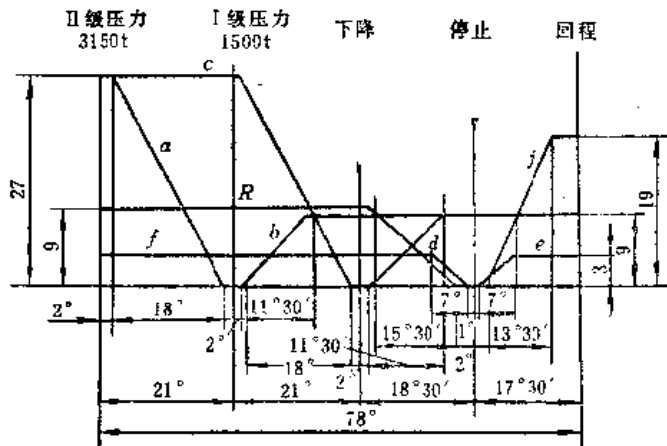
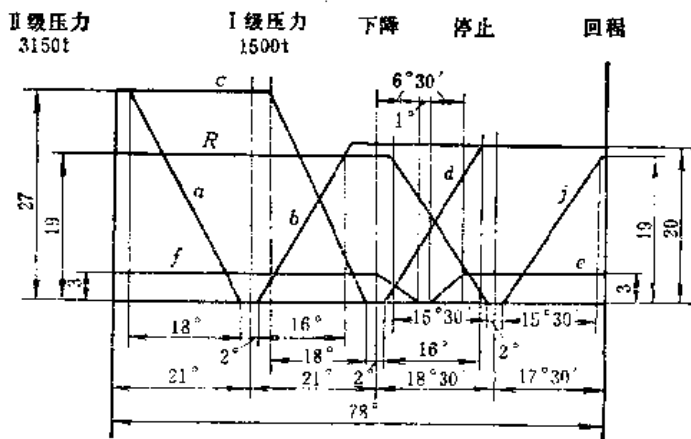

图13-3-12 改进前阀的行程图
图13-3-13 改进后阀的行程图
4) 改进前后阀的行程图: 上述改进就是对阀的行程图进行了更合理的重新设计。图 13-3-12 和图 13-3-13 分别为该水压机主操纵系统改进 前后阀的行程图。从改进后的行程图上可以看出以下变动。①  $b$ 、 $d$ 、 $j$ 、 $R$  4 个阀的行程加大了, 这是因为需要加大这几个阀的直径, 行程也要相应增加, 阀打开的时间无太大变化。② 充水阀接力器的进水阀  $e$ 、 $f$  的行程未变而开启时间提前了  $11^{\circ}30'$  (指凸轮的转角)。这就保证了充水阀接力器提前进水。一开始接力器顶杆力量可能不足以顶开充水阀, 只要工作缸压力卸至某一值时, 便立即可以顶开, 加速卸压, 缩短卸压时间。